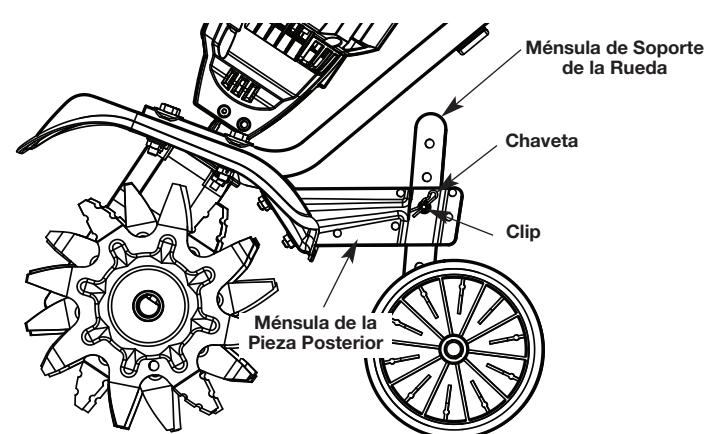

Fig. 8
2. Quite el pasador de horquilla y el retén de la guía de la rueda (Fig. 8).
4. Asegure de nuevo la guía de la rueda con el pasador de horquilla y el retén (Fig. 8).